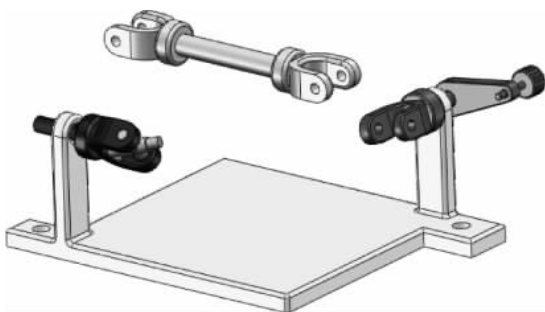

图 3-63 插入叉
(1) 单击【装配体】工具栏中的【插入零部件】按钮,弹出【插入零部件】的属性设置。单击【浏览】按钮,在弹出的【打开】对话框中选择零件【叉】,单击【打开】按钮,在图形区域的合适位置单击插入,如图 3-63 所示。